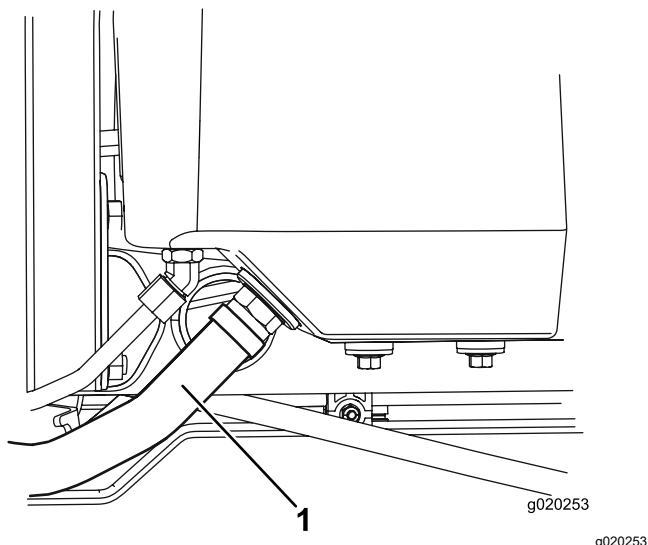

Figura 94
2. Desligue o tubo hidráulico grande (Figura 94) do reservatório e deixe o fluido hidráulico escorrer para um recipiente.